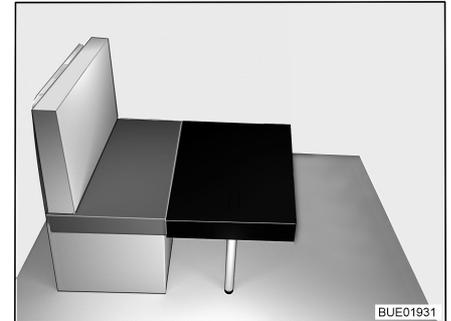

Fig. 36 Transformación (1)
- Colocar el pequeño cojín adicional en la mesa, delante del cojín del asiento del banco (véase Fig. 36).